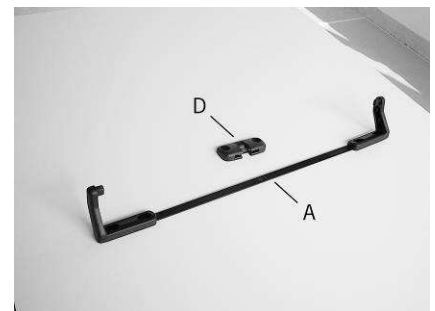

Figure 2
B. Choisir les étriers correspondants (Fig. 2).